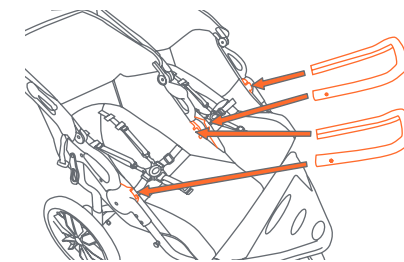

Fig. 10a
10) • Coloque la barra frontal alineando los anclajes con las ranuras de la sillita. Empuje hasta que encaje (Fig. 10a).